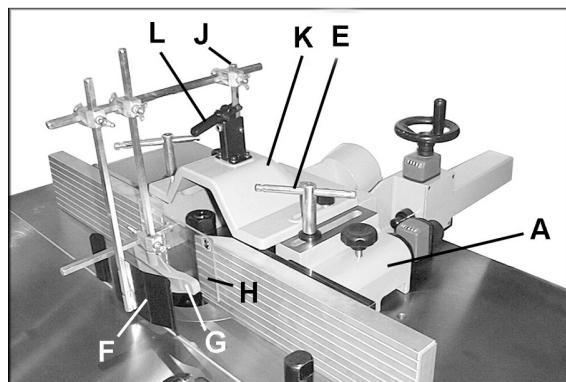

Рисунок 7
1. Разместите корпус упора (A, рис. 7) на столе. Установите две фиксирующие рукоятки (E, рис. 7) с шайбами, и прикрепите упор к столу при помощи одного из двух комплектов отверстий на столе.
4. Установите крышку (K, рис. 7) при помощи двух фиксирующих ручек и плоских шайб.
Защитный блок можно установить различными способами, в зависимости от типа работ, которые требуется произвести. Рис. 7 показывает один из способов.
1. Установите пружинную защиту (F, рис. 7), держатель (G, рис. 7) и прозрачную пластиковую защиту (H, рис. 7) на установочный стержень (J, рис. 7), расположенный наверху крышки упора (K, рис. 7), используя стержень и фиксаторы. На защелку установочного стержня (L, рис. 7) можно надавить, чтобы лучше закрепить защиту на месте.
2. Пружинную защиту (F, рис. 7), держатель (G, рис. 7) и прозрачную пластиковую защиту (H, рис. 7) можно отводить в сторону, когда они не используются или когда проводится настройка. Просто потяните защелку (L, рис. 7) и отодвиньте весь узел назад.